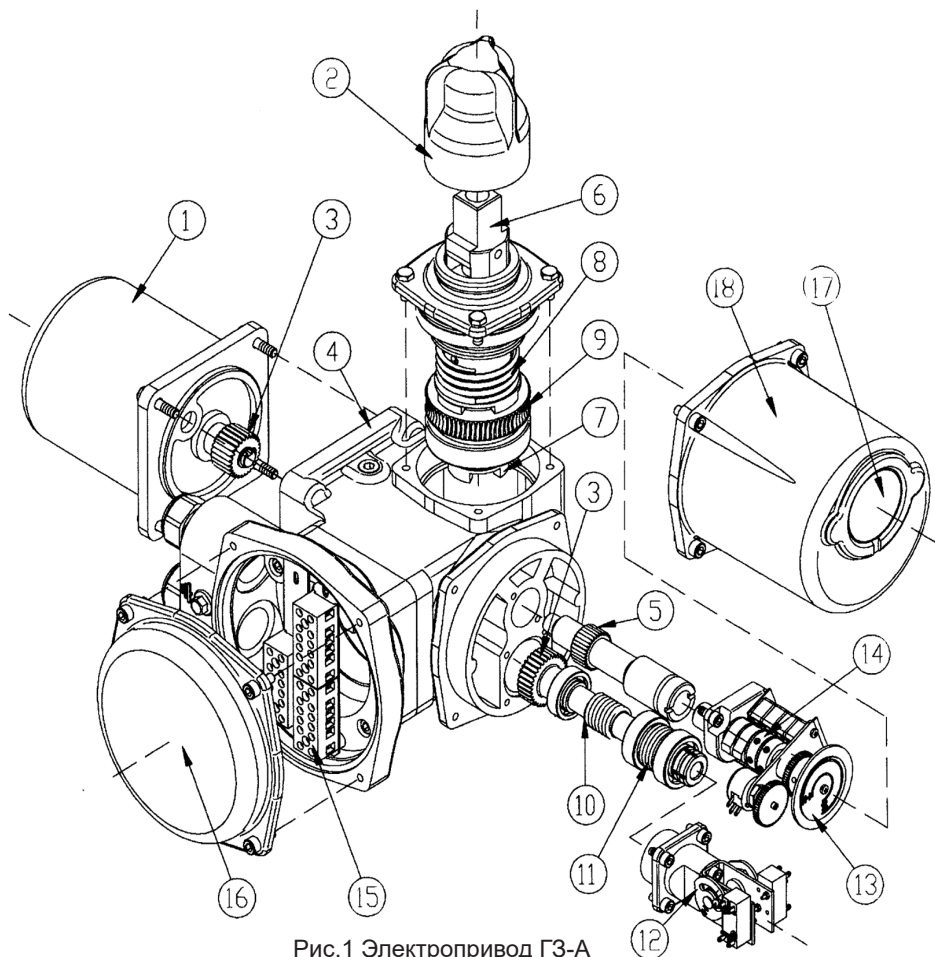
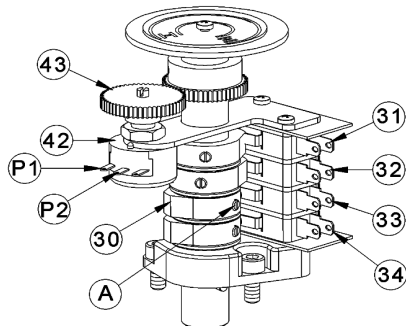
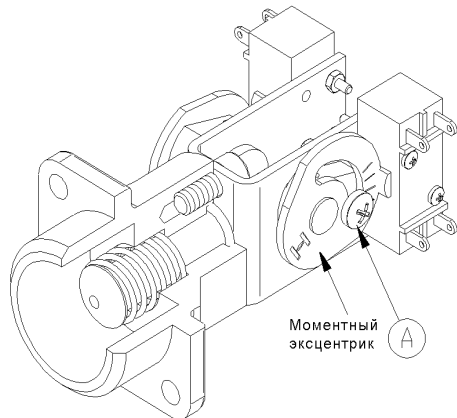

Рис.1 Электропривод ГЗ-А
Рис.2 Индикатор положения затвора
Рис.3 Ограничитель крутящего момента
Электродвигателя (1), червячного редуктора (9, 10), двухсторонней муфты ограничения крутящего момента (моментная муфта) (10, 11, 12), ограничителя хода выходного вала (14), индикатора положения затвора арматуры (13), рычага переключения режимов работы (6), выходного вала (7) и корпусных деталей (рис. 1).
Ограничитель хода выходного вала состоит из микровыключателей (31, 32, 33, 34), кулачков (30), размещенных на валу индикатора положения затвора (13), омического датчик (опционально) (42), шестерни омического датчика (при его наличии) (43), которая соединена с индикатором положения затвора (13) (рис. 1, рис. 2).
При ручном управлении вращение от рычага переключения режимов (6) (рис. 1) передается на выходной вал (7) электропривода. Один оборот рычага соответствует одному обороту выходного вала.
Ограничитель хода выходного вала (14) (рис. 1) непосредственно подсоединен через шестерню (5) к выходному валу. После надлежащей настройки ограничителя хода выходного вала индикатор положения затвора арматуры (13) соответствует определенным положениям затвора арматуры независимо от режима работы привода - ручного или электрического.
При достижении предварительно установленной величины крутящего момента в положении ЗАКРЫТО или ОТКРЫТО, либо в случае аварийного заклинивания штока затвора арматуры в промежуточном положении, выходной вал с червячным колесом останавливается, а червячный вал (10), ввинчиваясь в венец червячного колеса (9), вследствие продолжающегося вращения ротора электродвигателя, начинает перемещаться в осевом направлении, сжимая тарельчатые пружины (11) (рис. 1). Величина сжатия тарельчатых пружин определена необходимым усилием уплотнения затвора арматуры и устанавливается при настройке электропривода. Поступательное движение червячного вала приводит к перемещению вала ограничителя крутящего момента (12) (рис. 1). Вал ограничителя крутящего момента (рис. 3) поворачивает моментные эксцентрики, нажимая кнопки муфтовых микровыключателей, размыкает цепь управления питанием двигателя электропривода.